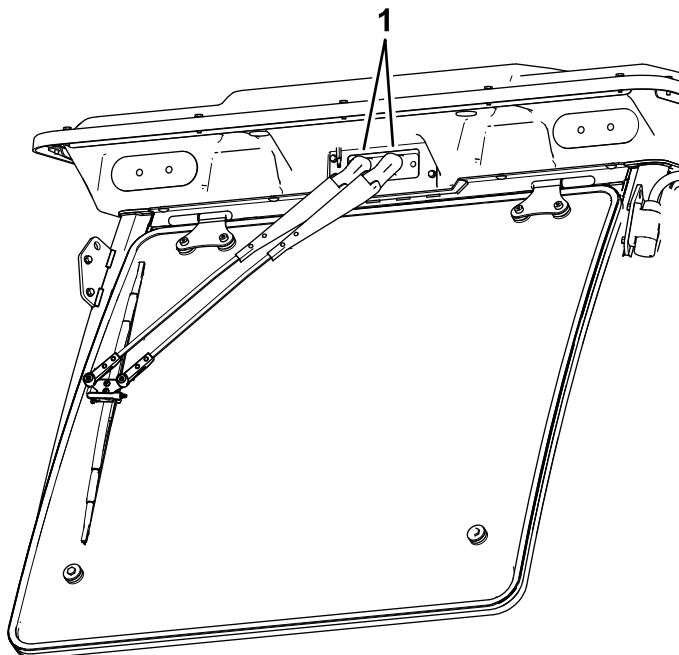

Рисунок 147
1. Откройте заглушки в верхней части рычагов стеклоочистителей (**Рисунок 147**).